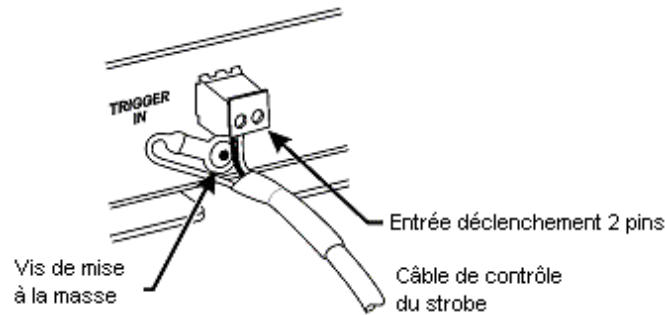

Figure 2-2 : Connexion de TRIGGER IN et mise à la terre
3. Prenez l'extrémité du câble de contrôle du strobe, qui se termine par le connecteur à 2 broches et la boucle métallique de mise à la terre. Branchez le connecteur à 2 broches dans le réceptacle TRIGGER IN de l'adaptateur d'éclairages stroboscopiques (Figure 2-2).